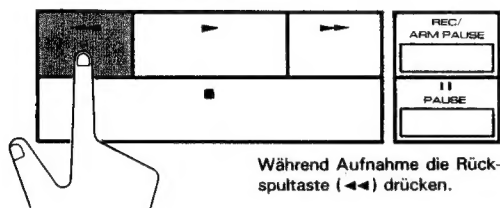

Fig. 17
1. Drücken Sie die Rückspultaste (◀◀) während der Aufnahme. Dadurch wird das Band zum Beginn des Abschnitts zurückgespult. (Fig. 17.)